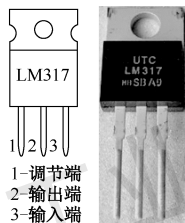

图 3-19 LM317 的引脚排列图
(6) 焊接三端可调集成稳压器 LM317。LM317 决不能装反，焊接时应仔细核对它的引脚排列图（见图 3-19）。由于它是发热器件，所以应尽量高一些，以便于散热。
(7) 焊接大功率三极管 D7312（3DD15D）。